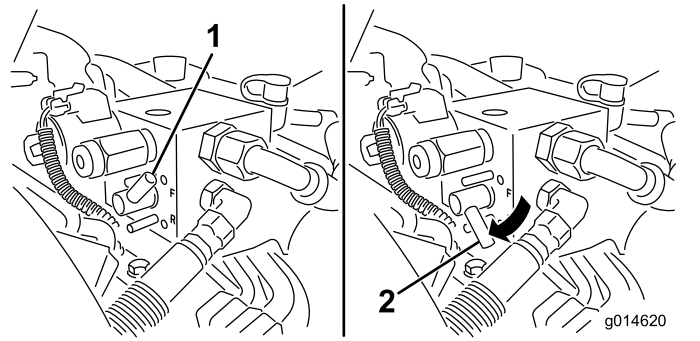

Figure 50
5. Tournez le levier de rodage à la position de rotation ARRIÈRE (R) (Figure 50).